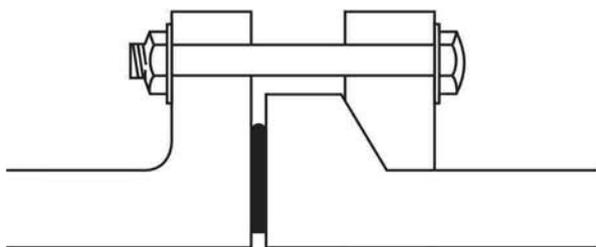

Figure 3-16 Brides tournantes avec joint torique à âme en acier
- 2 Un joint torique avec une âme en acier pour les brides à surfaces plates (sans gorges) comme montré dans la **figure 3-16**.